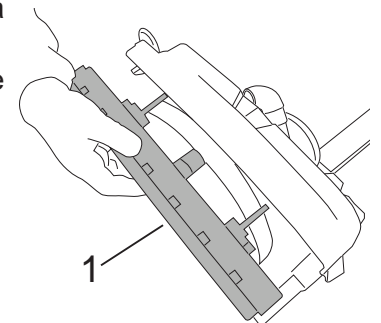

Fig.40
- Estrarre lo squeegee dalla macchina (Fig.40-Rif.1).